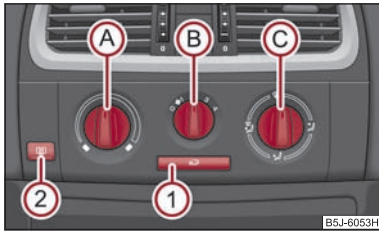

Abb. 90 Heizung: Bedienelemente
Die Luftzufuhr für die einzelnen Düsen stellen Sie mit dem Luftverteilungsregler ein \Rightarrow Seite 83, Abb. 90. Die Luftaustrittsdüsen 3 und 4 können einzeln geschlossen und geöffnet werden.
- Drehen Sie den Drehregler **A** ⇒ Abb. 90 nach rechts, um die Temperatur zu erhöhen.